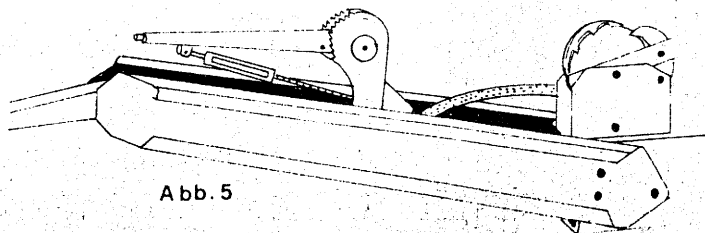

Abb. 5
2. Der umsteckbare Handbremshebel ist an den Schlepper anzupassen. Bitte auf die richtige Länge des Kabelzuges achten! (Abb. 5)